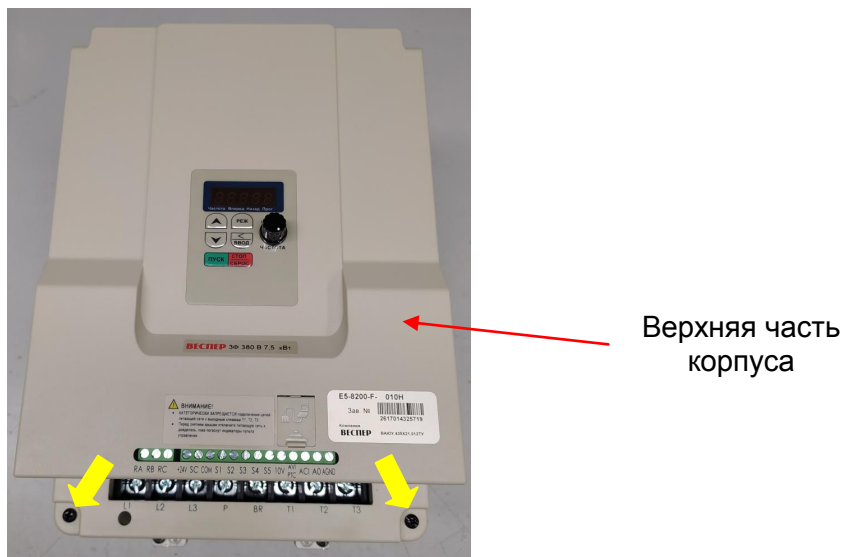

Рис. 7.12
7.7.2. Установить верхнюю часть корпуса, убедиться в срабатывании защелок на боковых поверхностях верхней части корпуса (рис. 7.12).
7.7.3. Зафиксировать верхнюю часть корпуса двумя винтами (желтые стрелки, рис. 7.12).